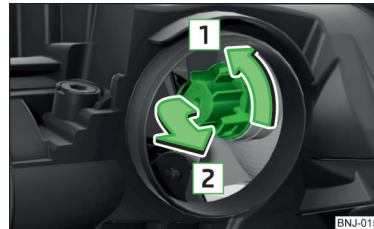

Abb. 198
- Den Sockel mit der Glühlampe in Pfeilrichtung **1** drehen » Abb. 198.